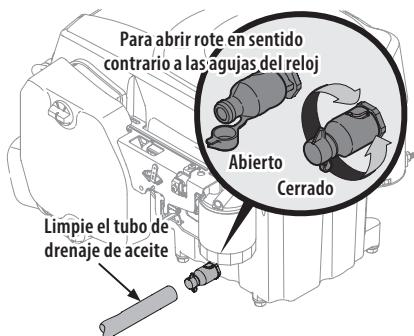

Figura 29
- Abra la tapita protectora del extremo de la válvula de drenaje para visualizar el orificio de drenaje (Figura 29).